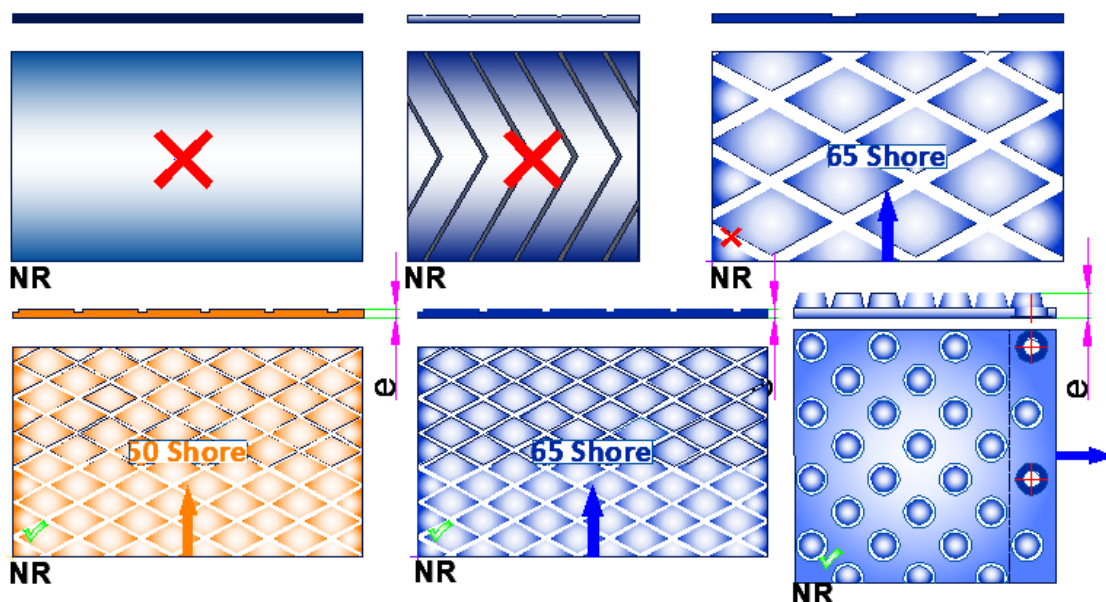

Fig.6 : Garnissages caoutchouc pour tous types de tambours
- **Tous les tambours doivent être garnis de caoutchouc « rainuré petits losanges », de dureté Shore A et d'épaisseur appropriées, selon les contraintes appliquées à la bande {fig.6}.**